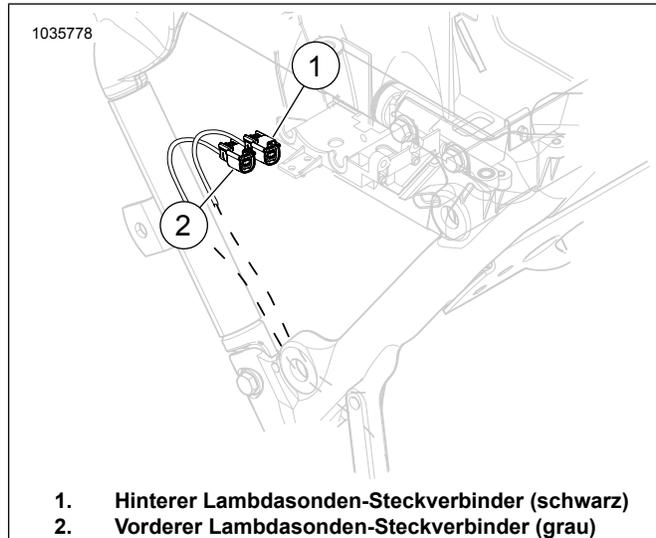

Abbildung 1. Position der vorderen und hinteren Lambdasonde
6. Siehe Abbildung 1 >. Die vorderen und hinteren Lambdasonden-Steckverbinder (1, 2) abziehen.